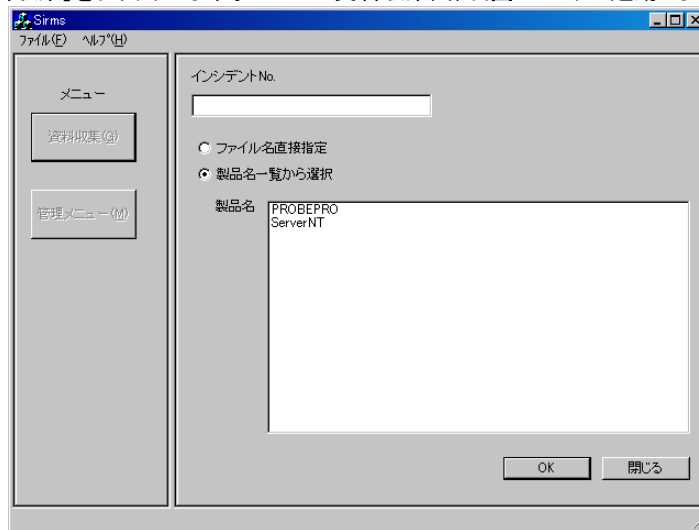

図 5-26 SIRMS 資料収集画面(バージョン 1)
- 2** [資料収集]をクリックします。SIRMS 資料収集画面(図 5-26)が起動します。
SIRMS メニュー画面(図 5-26)が表示されます。
SIRMS メニュー画面(図 5-26)が起動します。